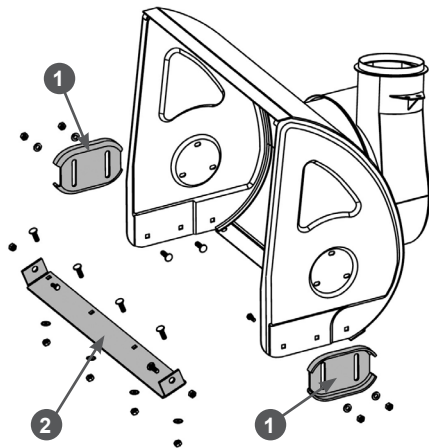

Рис. 35 Обслуживание кожуха шнеков
1. Открутите гайки, извлеките болты крепления ползков 1 (Рис. 35) и снимите ползки с кожуха шнеков.
2. Переверните ползки на 180 градусов или установите новые ползки и закрепите их четырьмя болтами и гайками (Рис. 35). Перед окончательной затяжкой гаек отрегулируйте высоту забора снега.
Для наглядности на Рис. 35 кожух шнеков показан без шнеков, редуктора и валов.
1. Открутите гайки, извлеките болты крепления и снимите нижнюю накладку 2 с кожуха шнеков (Рис. 35).
2. Установите новую нижнюю накладку и закрепите ее болтами и гайками (Рис. 35).